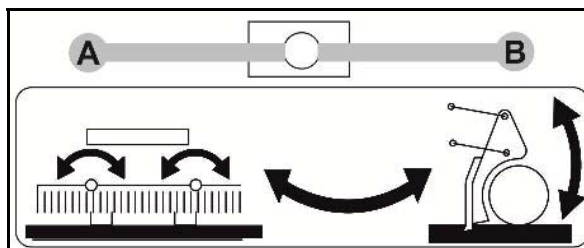

Рис. 102
1. Установите шаровой кран (Рис. 102/1) в положение **A**.
6. Установите шаровой кран (Рис. 102/1) в положение **B**.